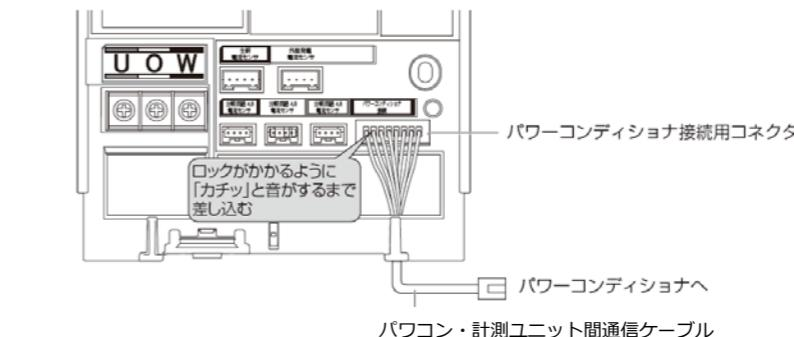

図3. パワコン・計測ユニット間通信ケーブルの接続
- (3) 計測ユニットのパワーコンディショナ接続用コネクタにパワコン・計測ユニット間通信ケーブルをつなぐ。（図3）
- (7) 計測ユニットのフロントカバーを取り付ける。 (3項 図3)